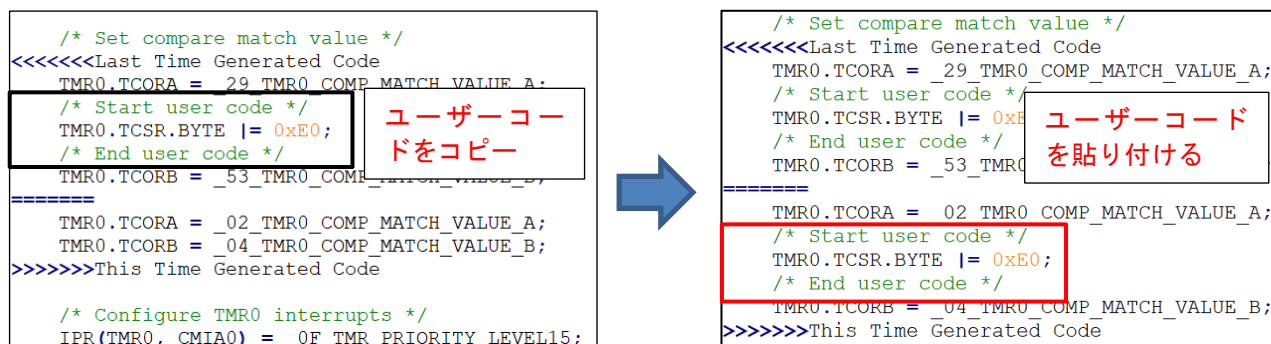

図 10-5 生成された競合コード
- 1) 図 10-5 に示すように、「Last Time Generated Code」のユーザーコードをコピーして、「This Time Generated Code」の新しい位置に貼り付けてください。